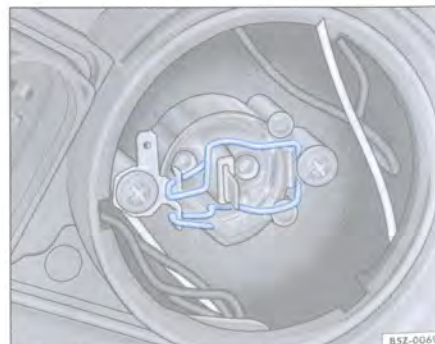

Fig. 154 Acceso a la lámpara del faro alto
- Comprima ambos lados del resorte de alambre ⇒ página 200, fig. 154 contra la lámpara, desplazando el resorte para desbloquearla.